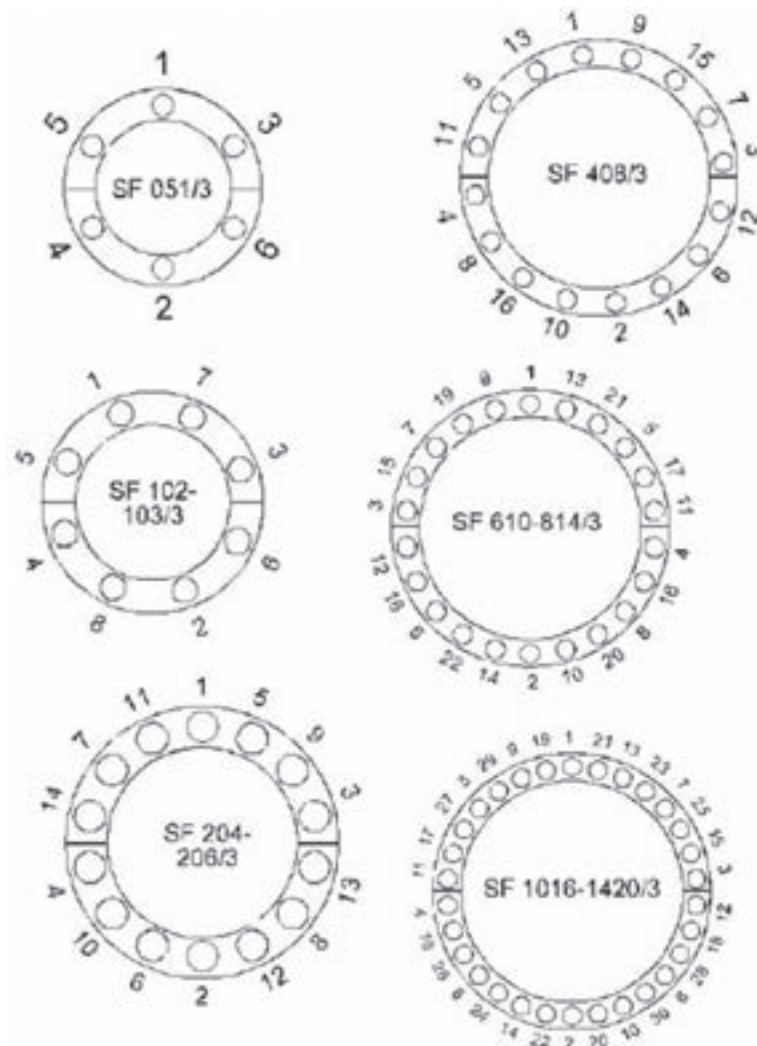

Figure 7-9. Tableau de l'ordre de réglage des roulements
- 13.** Voir à la Figure 7-9 votre modèle LCSF et repérez l'arbre excentrique à la position n° 1.